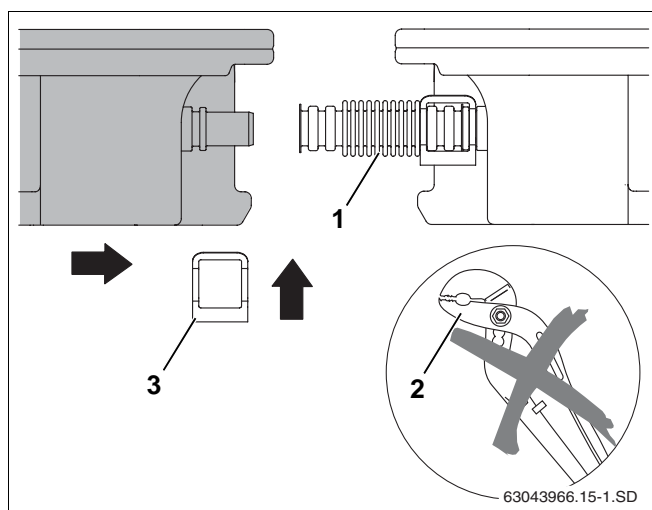

Bild 46 Skjut den första solpanelen till den första
- ▶ Använd inga hjälpverktyg, t.ex. tänger (bild 46, **pos. 2**). Dessa kan göra den korrugerade rörkopplingen obrukbar.
- ▶ Skjut den andra solpanelen till den första så att solpanelsanslutningarna skjuts in i den första solpanelens förmonterade korrugerade rörkopplingar (bild 46, **pos. 1**).
- ▶ Sätt den andra klämman (bild 46, **pos. 3**) över kabelskyddsöret och solpanelsanslutningen.